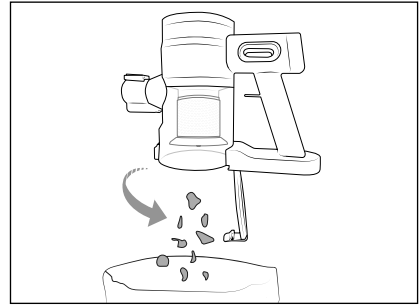

Fig. 10
- 1) Fjern teleskopsugerøret **16** ved behov. Hold støvbeholderen **2** over en affalds-spand, og løs oplåsningsknappen til støvbeholderdækslet **4**. Støvbeholderdækslet **3** åbner sig, og indholdet falder ned i spanden (se fig. 10).